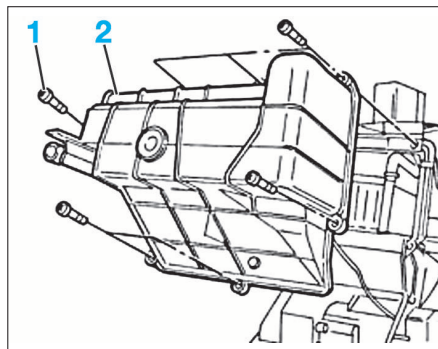

FIG. 18
- Déposer les vis de fixation (1), puis extraire le collecteur de condensation (Fig.18).